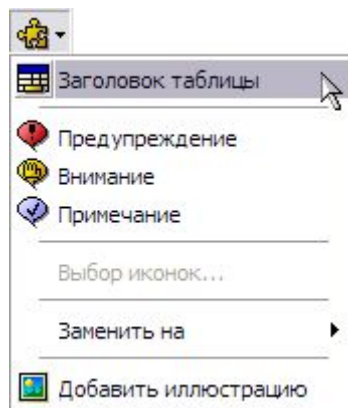

Рис. 5.11
2. На панели инструментов **Стандартные элементы** из выпадающего списка меню **Вставка стандартных элементов** выберите элемент **Заголовок таблицы** (Рис. 5.11).